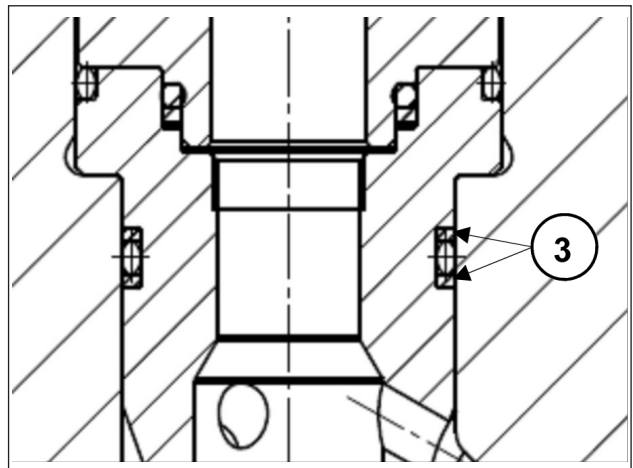

Fig. 35
- 2 Insira os grupos da válvula de aspiração e de fluxo com os respectivos casquilhos, verificando que estão em contato com a parte inferior do local do cabeçote. Preste muita atenção para não causar danos aos anéis anti-extrusão dos casquilhos (Fig. 35, pos. ③); para um correto posicionamento e ajuste dos anéis nos respectivos lugares, conforme o seguinte: